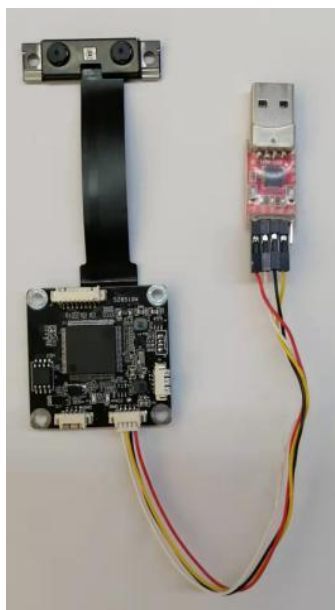

图 4-2
(2) UART 通信, 方法如下图 4-2 所示, 分别连接 J4 4pin 座的 GND、RX、TX 和 5V。